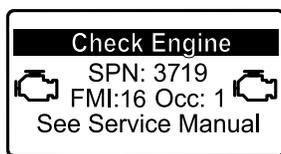

Рисунок 42
- Если требуется регенерация с парковкой, инфо-центр отображает предупреждение по двигателю SPN 3719, FMI 16 (Рисунок 42) и компьютер двигателя снижает его мощность до 85%.